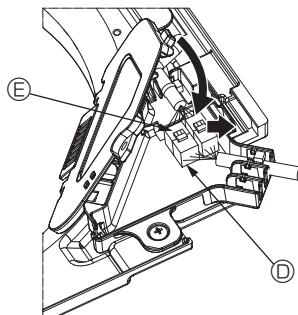

Fig. 6-10
- ③ Despues de colocar los cables en la caja de conexión, cierre la cubierta de la caja de conexión. Compruebe que los cables no queden atrapados. (Fig. 6-10)